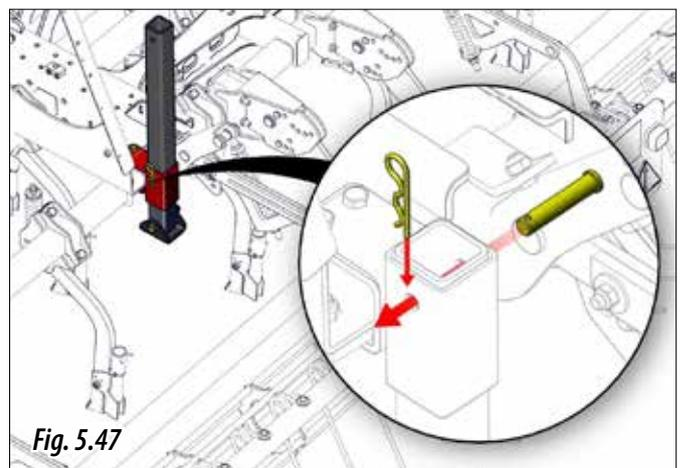

Fig. 5.47
- 3- Colocar el bulón y el pasador (Fig. 5.47).